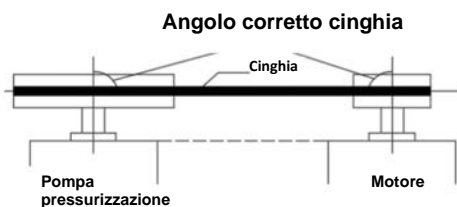

Figura 1
4.2.2 Quando si monta la cinghia, rispettare i requisiti illustrati nella figura 1.